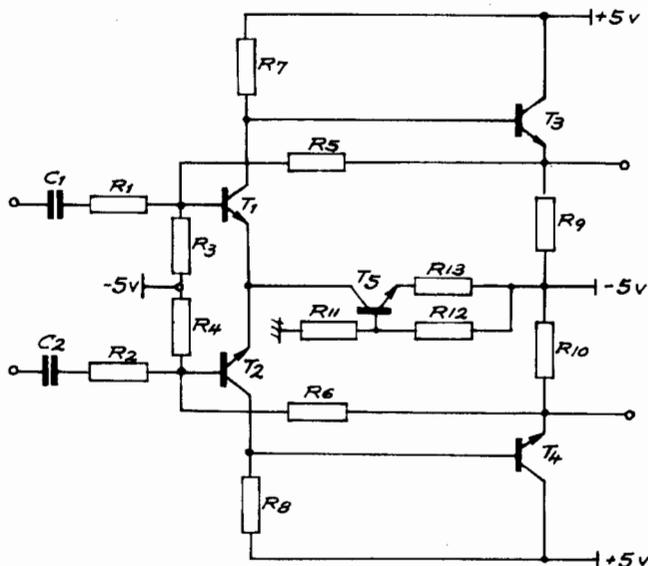

FIG. 58
b) Amplificatore derivatore (Fig. 58)